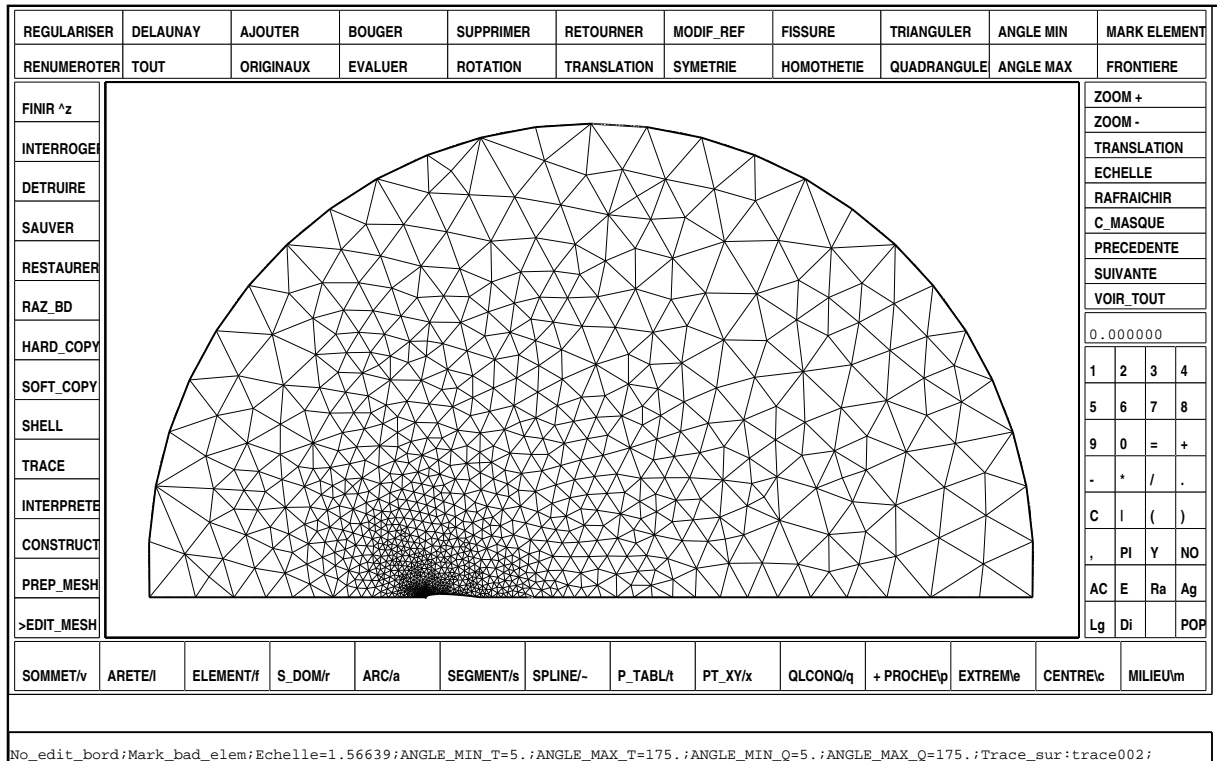

Figure 28: Maillage du demi naca0012
1. Cliquer dans l'item **EDIT_MESH** puis taper 4 (CR) pour répondre par défaut aux 4 questions. Un maillage s'affiche (figure 28).